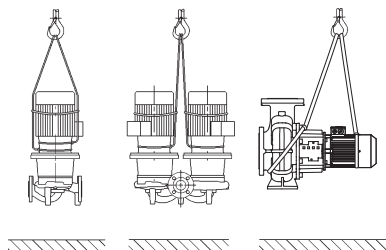

Fig. 6: Sūkņa transportēšana
- Pie motora izvietotās celšanas skrūves ar cilpu paredzētas tikai vadīšanai iekraušanas procesa laikā (Fig. 6).